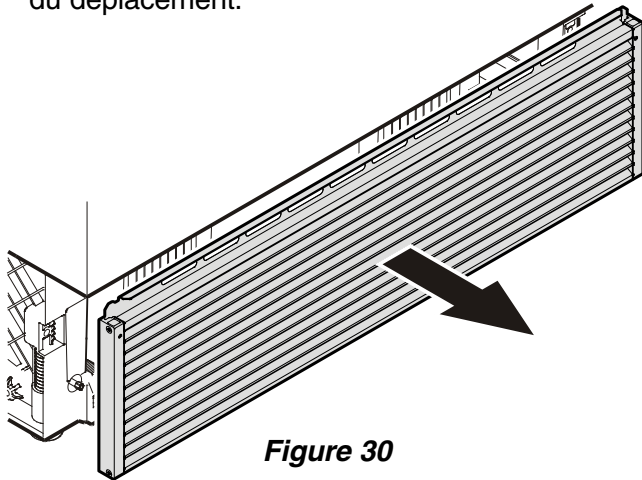

Figure 30
- Ouvrir le tiroir inférieur du congélateur et retirer la grille de ventilation en la tirant vers l'avant - **Figure 30**. La grille dispose d'une fixation magnétique et aucun outil n'est nécessaire lors du déplacement.